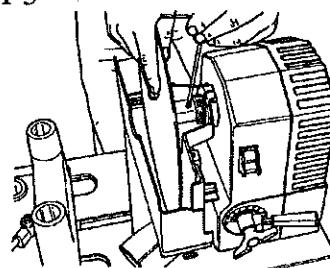

Fig.H-4
6. Mount the Disc Sander. See Fig.H-4.